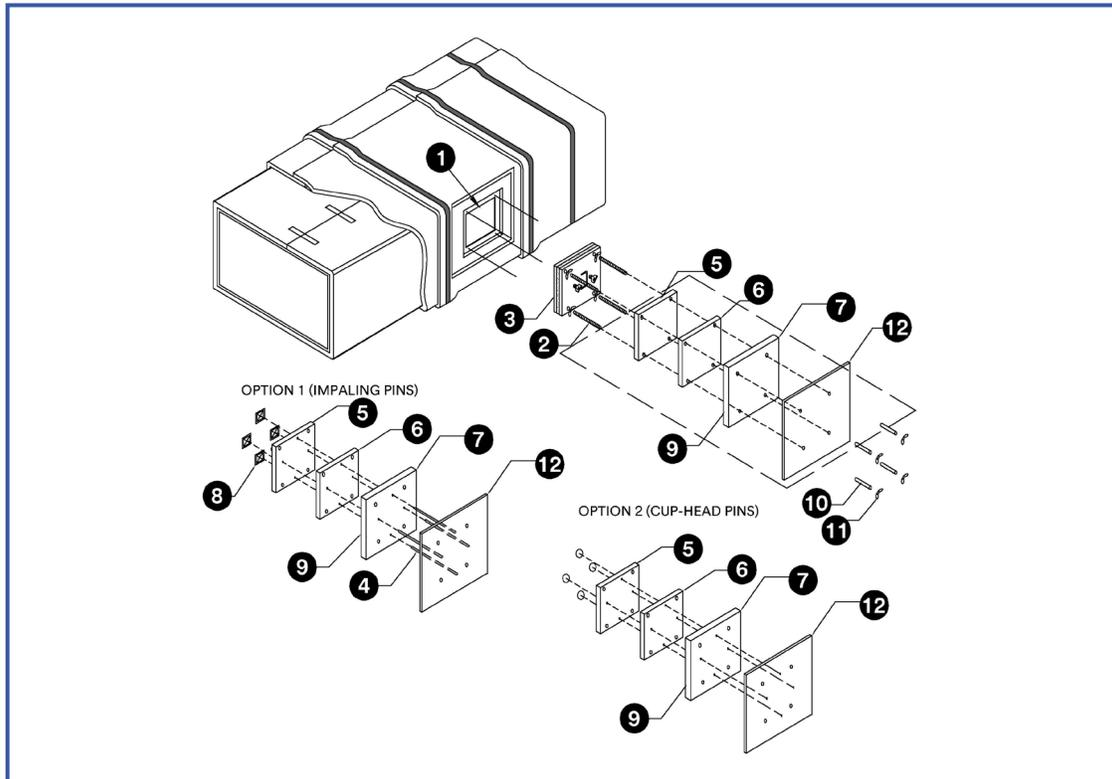

Figure 3a – Porte d'accès préfabriquée avec cote de résistance au feu de 1 ou 2 heures pour les systèmes de conduits d'évacuation de cuisine commerciale
Lorsqu'un numéro d'article est mentionné, il correspond à des éléments numérotés dans la figure 3a. Marquer l'emplacement de la porte d'accès de nettoyage sur le conduit d'émanations graisseuses, avec l'isolant à mi-hauteur le long de la section horizontale. Découper une ouverture d'une grandeur maximale de 559 mm sur 559 mm (22 po sur 22 po) dans l'isolant, soit aux mêmes dimensions que les dimensions extérieures de la porte d'accès préfabriquée (porte Ductmate ULtimate Door). Retirer et mettre au rebut l'isolant coupé. Découper une ouverture d'une grandeur maximale de 508 mm sur 508 mm (20 po sur 20 po) sur le côté du conduit d'émanations graisseuses, selon les instructions du fabricant quant à la taille de la porte d'accès préfabriquée à installer (article 1). Installer et fixer solidement la porte d'accès préfabriquée au conduit d'émanations graisseuses. Ajuster la porte d'accès préfabriquée à l'aide de quatre (4) boulons de coin à oreilles de 9,5 mm ($\frac{3}{8}$ po) de diamètre, en passant par la face extérieure.